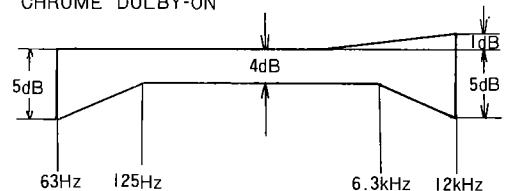

Fig. 23
9.8 RECORD/PLAYBACK FREQUENCY RESPONSE (Fig. 23)